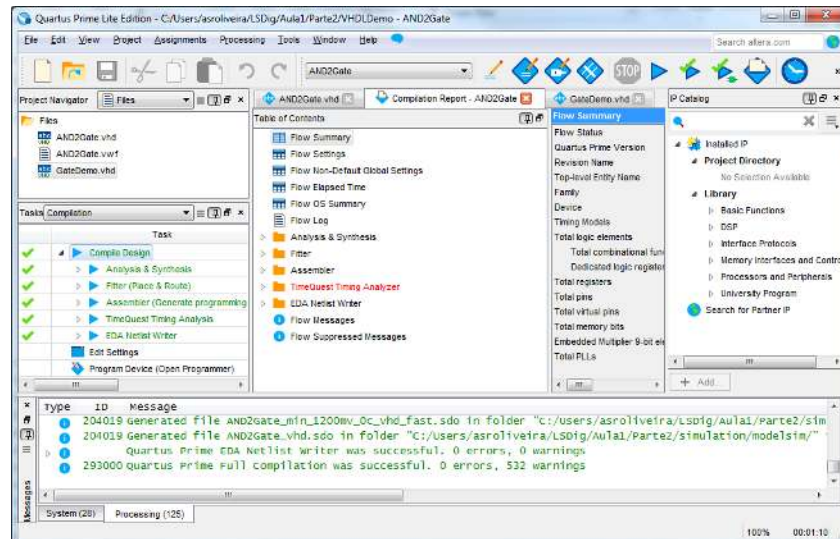

Figura 43 – “Quartus Prime” IDE após compilação (implementação) completa do projeto.
14. Efetue a síntese e implementação do projeto através do comando “*Compile Design*”. No final da compilação o IDE deve apresentar o aspeto da Figura 43.